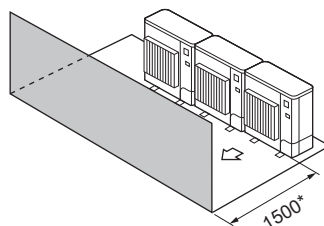

Fig. 2-15
- (3) Hindringer kun foran (Fig. 2-15)